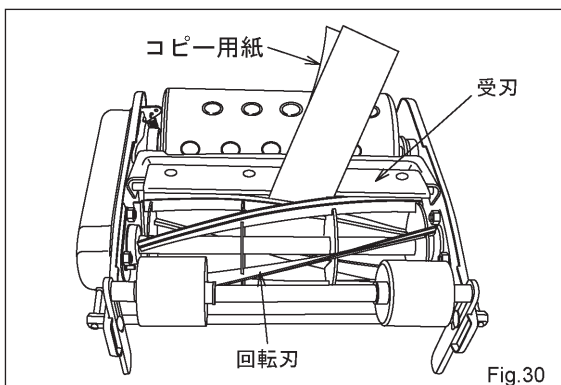

Fig.30
(4) コピー用紙 (約 0.1 mm) を 20～30 mm の幅に切り、2枚重ね、回転刃と受刃の間に入れて、回転刃を手でゆっくりと回し、この時にコピー用紙 1 枚が切れて 1 枚が切れずに残る調整が最良です。この状態になるように、左・右・中央部全てがこの状態になるように調整します。(Fig.30)